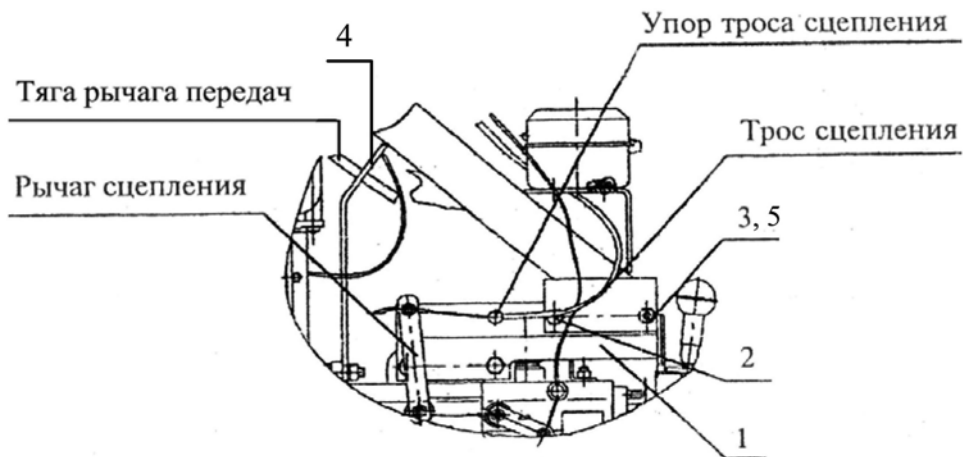

Рисунок 4. Установка рулевой колонки
5.8 Установите на рулевой колонке вставки 1 и 2, как показано на рис.4.
5.9 Установите упор троса сцепления на вставке 1 (рис.4).
5.12 Установить опору рычага 4 на мотоблок. Вставьте в опору тягу рычага передач, соедините её с рычагом передач и установите пластиковую ручку (Рис. 4).